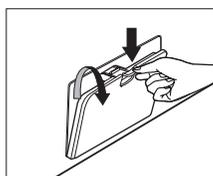

Fig.13
- Ouvrez le volet de service. (coin inférieur droit) (Fig.13)